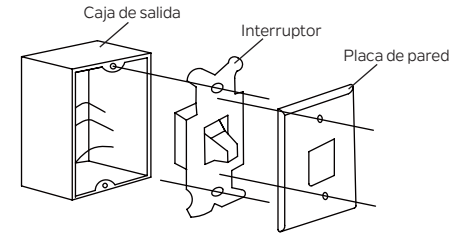

Figura 15
Paso 1. Retire la placa de pared existente y el interruptor antiguo de la caja de salida de pared. Desconecte los cables. (Figura 15)